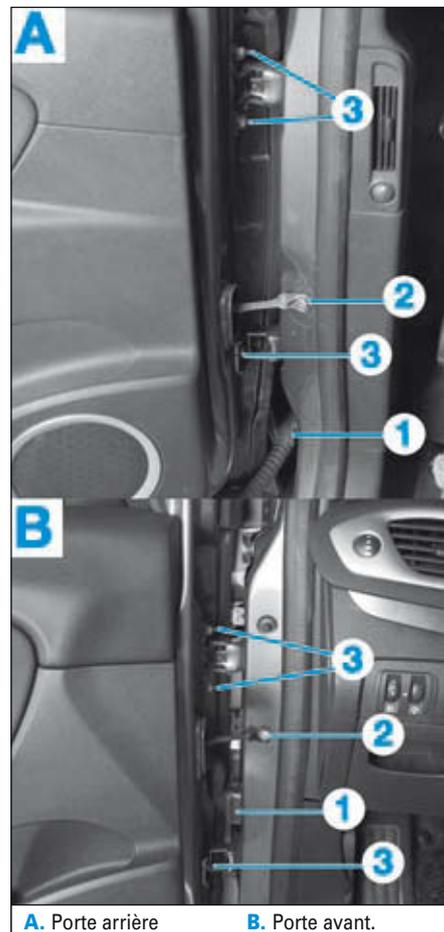

FIG.99
- Dégrafer le fourreau et débrancher le connecteur (1) (Fig.99).